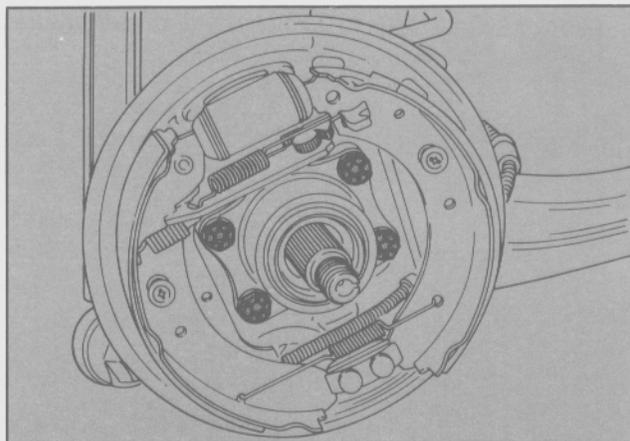

Fig. 19. Tornillos de sujeción de la maza
- Extraer los tornillos de sujeción de la maza portarrodamientos al brazo inferior y retirar esta última (Fig. 19).